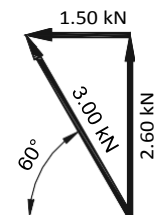

Fig. A7.04
- Допустимата хоризонтална компонента на опъна за веригата е $= 3 \text{ kN} \times \cos 60^\circ = 1.5 \text{ kN}$. (Fig. A7.04)